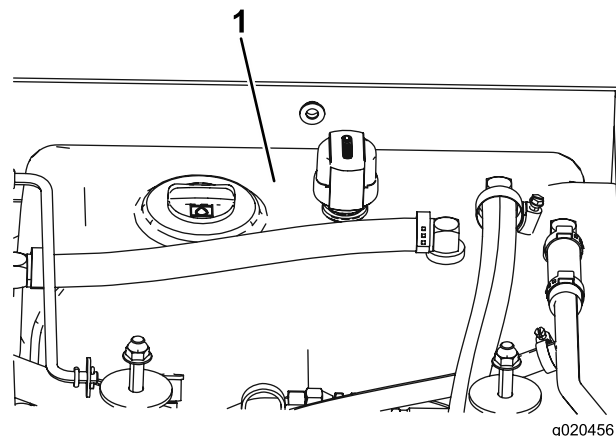

Рисунок 76
4. Залейте гидравлическую жидкость в бак (Рисунок 76); см. Проверка гидравлической жидкости (страница 63).